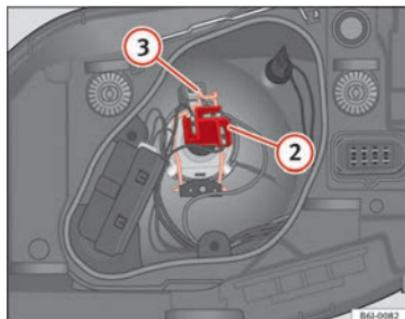

Abb. 158 Abblend- / Fernlicht bei Einfachscheinwerfer
- Ziehen Sie den Stecker ⇒ Abb. 158 ② von der Lampe ab.
- Nehmen Sie die Haltefeder ⇒ Abb. 158 ③ durch Eindrücken und Rechtsdrehung ab.